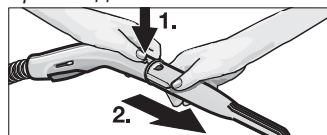

Рис. 2: від'єднання насадок
- Для від'єднання насадок натисніть кнопку розблокування (B3 або F2) та зніміть насадки одна з одної (див. рис. 2).